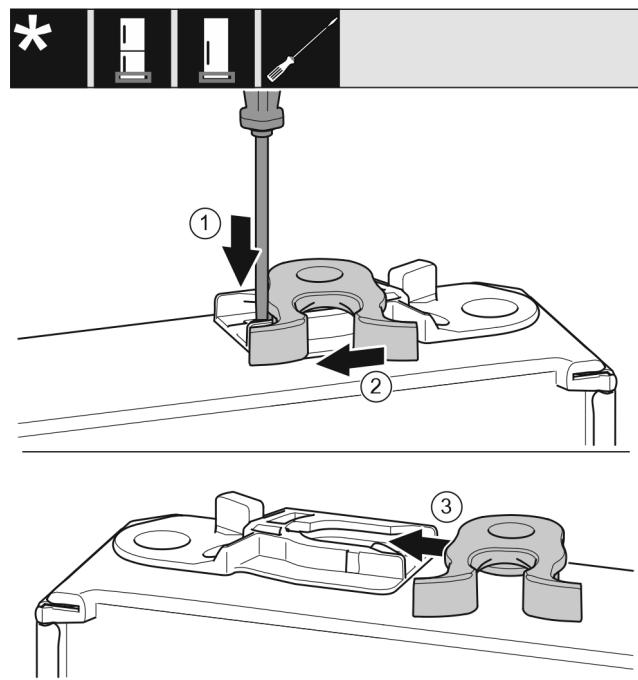

Fig. 16
- За допомогою шліцевої викрутки притисніть униз накладку. Fig. 16 (1)
- Витягніть із напрямної запірний гачок. Fig. 16 (2)
- Вставте запірний гачок у напрямну з іншого боку. Fig. 16 (3)